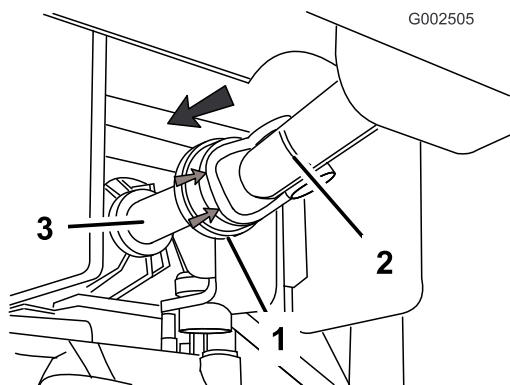

図 22
- ・ PTO 駆動シャフトの前部についているゴム製カウリングを後ろに引く (図 22)。
- ・ ポンプの駆動シャフトをPTO の出力シャフトに連結する (図 22)。